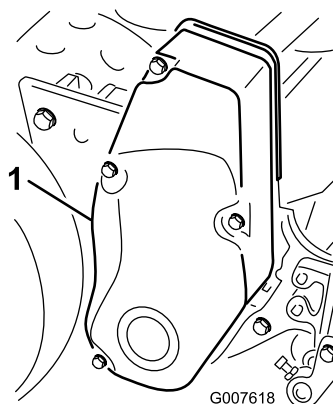

Figure 35
1. Retirez les fixations du couvercle de la courroie et déposez le couvercle pour exposer la courroie (Figure 35).